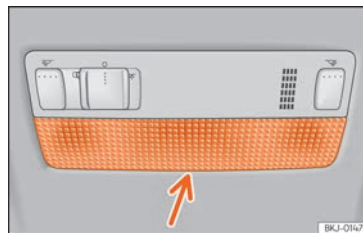

Fig. 63 Luz dianteira de leitura.
- Introduza uma chave de fendas fina, pela parte plana, entre a carcaça e o vidro »» Fig. 63.